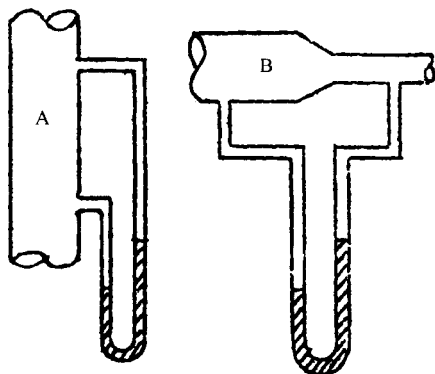
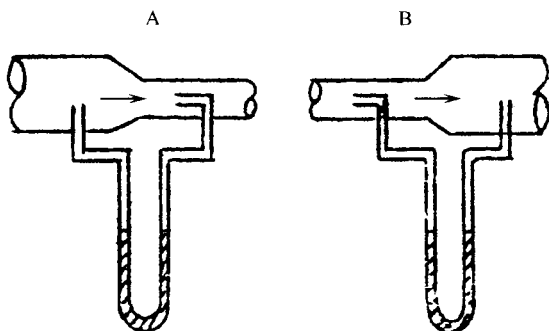

图 1-9
图 1-10
- ① 甲对 ② 乙对 ③ 丙对 ④ 甲、乙都对
- ① 上游截面处流速 ② 下游截面处流速
③ 小管中流速 ④ 大管中流速
63. 如图 1-9 所示, A、B 两管段中均有液体流过, 从所装的压差计显示的情况, 能判断_____。
- ① A 管段内流体的流向 ② B 管段内流体的流向
③ A、B 管段内流体的流向 ④ 无法作出任何判断
64. 如图 1-10 所示, A、B 管段流过气体(视为理想流体)时, 连接在 A、B 上的压力差计所显示的情况_____。
- ① A 不可能 ② B 不可能 ③ A、B 都可能 ④ A、B 都不可能出现